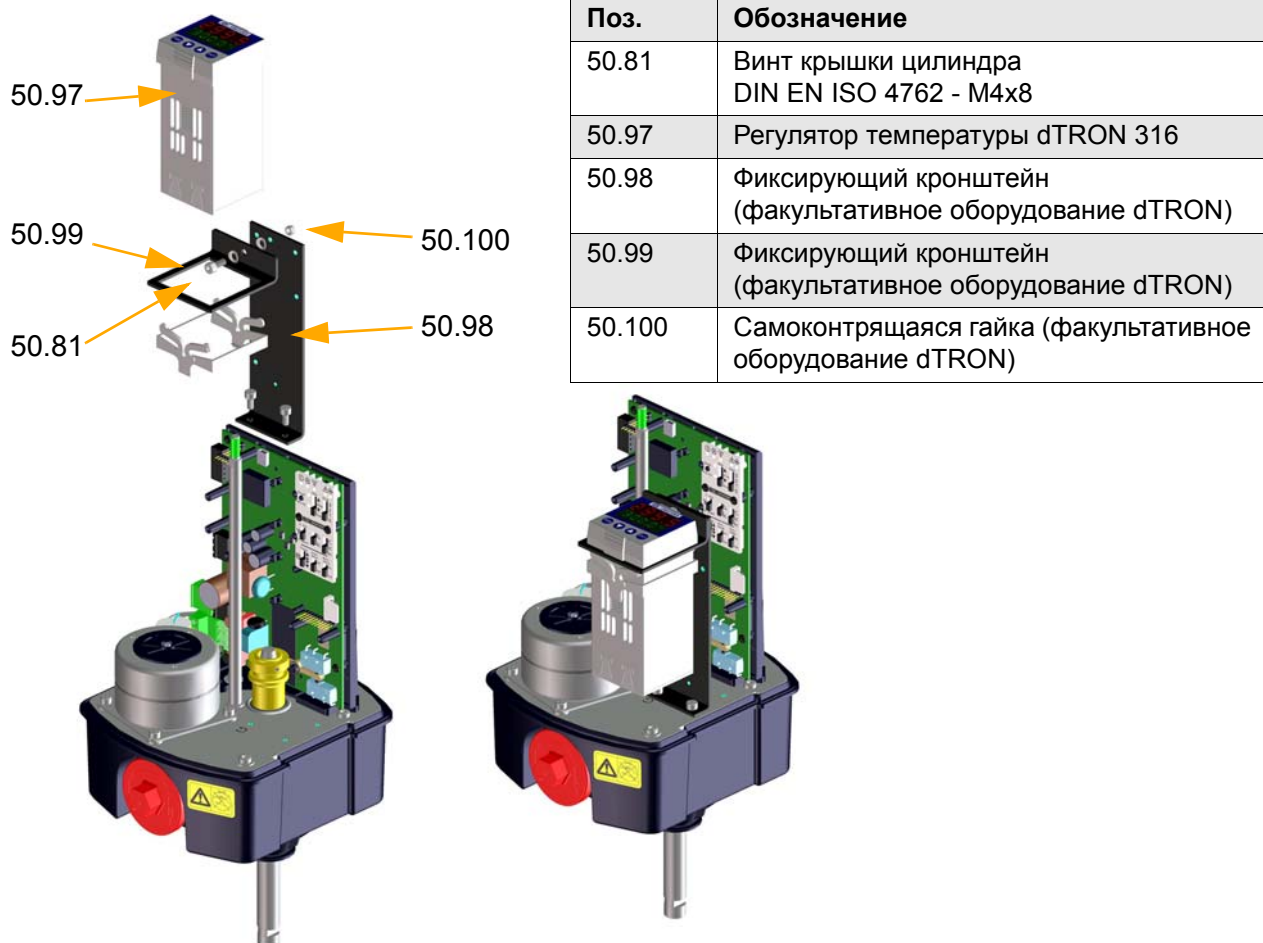

Fig. 26: Установка регулятора dTRON 316 ARI-PREMIO 2,25 кН
- Установить регулятор температуры на крышку редуктора, используя специальный монтажный набор (Fig. 26).